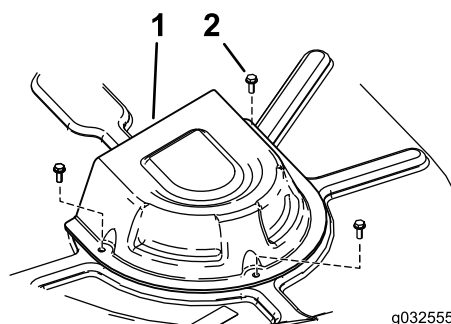

Figure 56
4. Déposez les couvercles de poulie (Figure 56).